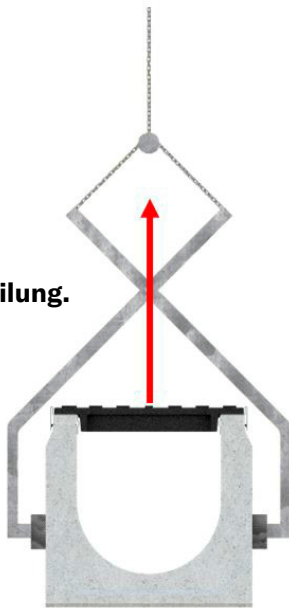

Bild 1
- Prüfen sie, ob das Gewicht der Rinnen richtig verteilt ist, und fahren sie mit dem Heben fort (siehe bild 1).